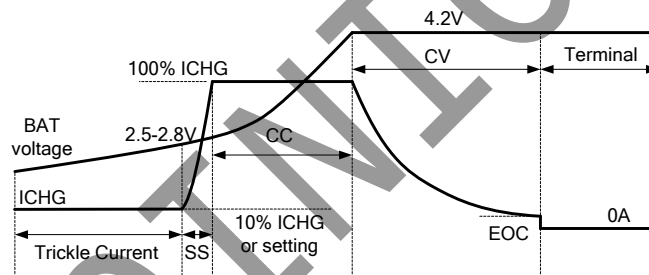

图 8 充电过程示意图
图 8 显示 IP2302V 线性充 4.2V 锂电池的典型充电模式和典型的充电过程。对于终端电压低于 pre-charge 门限(V_{VBAT_PRE})的深度放电的电池，IP2302V 将以 pre-charge (CC/5 或 CC/10 可选) 的电流开始涓流充电(Pre_charge Current)。当电池电压达到 Pre_charge 门限后，芯片开始以设定值(CC 寄存器 REG02[5:0] 设定) 的恒定电流充电。一旦电池电压达到 4.2V，芯片将在恒压 (CV) 模式下工作，直到电池充满电。在 CV 模式下，充电电流下降，当 CV 模式下的充电电流降低到 EOC 电流时，充电指示灯指示充电截至且停止充电。